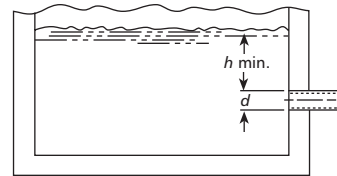

Figure 3
- S'assurer que le diamètre (d) et la hauteur d'immersion minimale (h min.) de l'entrée du tuyau d'aspiration sont suffisants pour empêcher l'aspiration d'air par vortex (fig. 3 à 6).